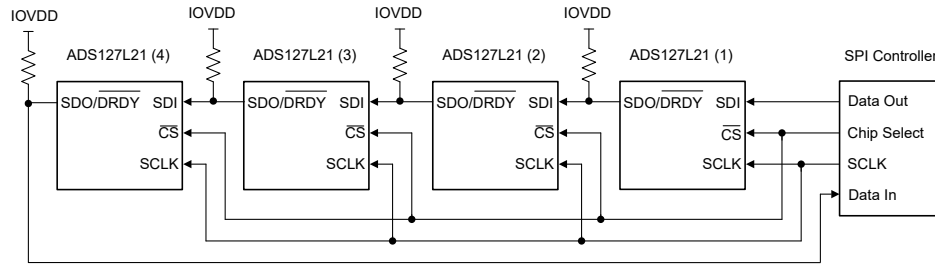

図 7-42. デイジー チェーン接続
デイジーチェーン構成で接続された 4 台のデバイスを、図 7-42 に示します。ADS127L21 (1) の SDI はホストの SPI データ出力に、ADS127L21 (4) の SDO/ $\overline{\text{DRDY}}$  はホストの SPI データ入力に接続します。シフト動作は、チェーン内のすべてのデバイスで同時に行われます。各 ADC が変換データのシフトを完了すると、SDI のシフトインされたデータが SDO/ $\overline{\text{DRDY}}$  に出されます。次に、このピンはチェーン内の次のデバイスの SDI を駆動します。シフト動作は、チェーン内の最後のデバイスに到達するまで続けられます。 $\overline{\text{CS}}$  が High になると、SPI フレームは終了します。この時点で、各デ
図 7-42 のデイジー チェーンにおけるレジスタの書き込み動作の詳細な入力データ シーケンスを 図 7-44 に示します。各 ADC について、40 ビットのフレームが示されています (データが 24 ビットに加えて、STATUS および CRC バイトがイネーブル)。コマンド動作は、ADC ごとに異なる場合があります。レジスタの読み取り動作では、レジスタのデータを読み取るために 2 番目のフレーム動作が必要です。
図 7-42 に記載されているデバイス接続から変換データを読み取るためのクロック シーケンスを、図 7-45 に示します。この例は、32 ビットの出力フレーム (データが 24 ビットに加えて、CRC バイトがイネーブル) を示しています。シーケンス内の最初は ADC (4) の出力データで、次に ADC (3) のデータ、以後同様に続きます。フレームあたりのビット数にチェーン内のデバイス数を乗算した値が、データをシフト アウトするために必要なクロック数です。この例では、出力フレームが 32 ビット × 4 つのデバイスで、合計クロック数は 128 です。